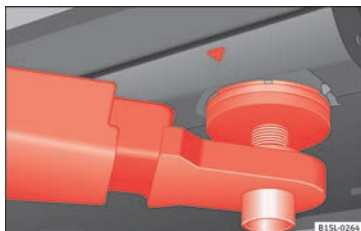
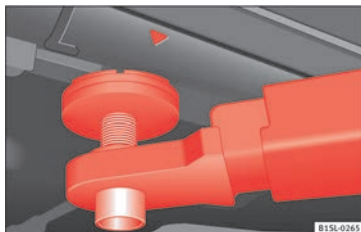

Fig. 234 Puntos de apoyo delanteros para elevar el vehículo con la plataforma elevadora o con el gato.
Fig. 235 Puntos de apoyo traseros para elevar el vehículo con la plataforma elevadora o con el gato.
Para levantar el vehículo deberá servirse únicamente de los puntos indicados en las figuras » fig. 234 y » fig. 235. Si no se eleva el
- Elevar el vehículo sirviéndose únicamente de los puntos indicados en las figuras » fig. 234 y » fig. 235. Si no se eleva el vehículo por los puntos indicados, podría caerse de la plataforma elevadora al desmontar, por ejemplo, el motor o la caja de cambios.